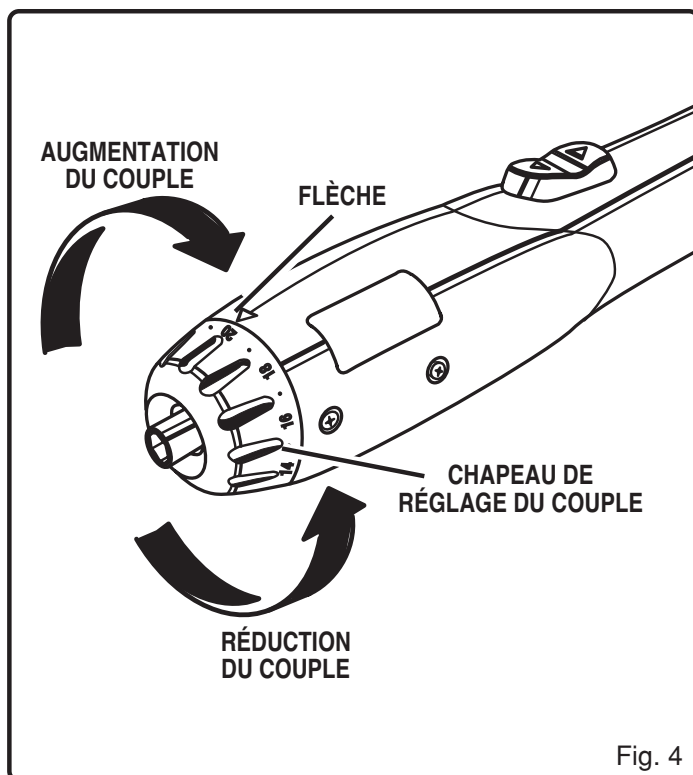

Fig. 4
Voir figure 4.
- Pour augmenter ou diminuer le couple, tournez le chapeau de réglage de couple dans le sens des flèches comme l'illustre la figure 4.